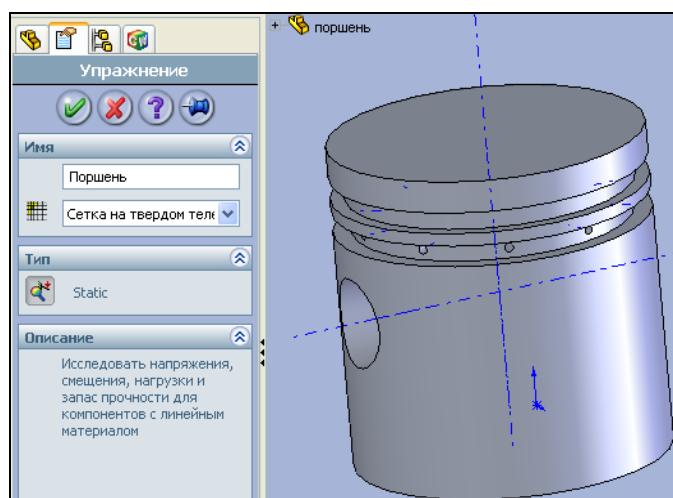

Рис. 3.3. Диалоговое окно **Упражнение**
3. Теперь перейдем к созданию упражнения прочностного расчета. Для этого щелкните мышью по кнопке **Менеджера COSMOSWorks** . Создайте новое **Упражнение** для анализа, нажав на кнопку  — **Упражнение** в панели инструментов **COSMOSWorks – Основные функции** или пройдя путь в главном меню **COSMOSWorks | Упражнение**. В **Менеджере COSMOSWorks** откроется диалоговое окно **Упражнение**, показанное на рис. 3.3.